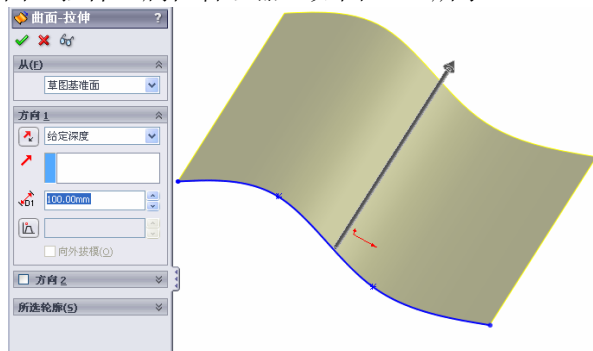

图 7-43 “面—拉伸”属性管理器
- ① 单击草图绘制按钮，打开一个草图并绘制曲面轮廓。
- ② 单击曲面工具栏上的拉伸曲面按钮，或选择“插入”→“曲面”→“拉伸曲面”命令。
- ③ 此时出现“面—拉伸”属性管理器，如图 7-43 所示。